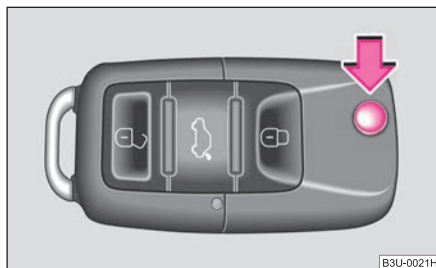

Fig. 18 Chiave ripiegabile
- Premere il tasto di sbloccaggio ⇒ fig. 18 per estrarre o ripiegare la chiave.